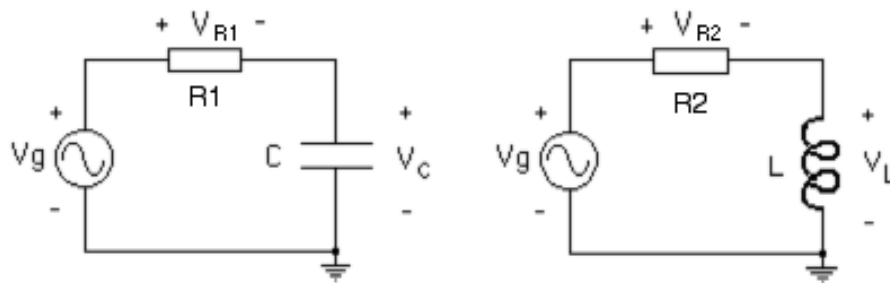

Figura 5.2.- Circuitos RC y RL para medir la constante de tiempo.
- 6.- Realice la simulación en SPICE de los circuitos mostrados en la Figura 5.2 con los valores dados por su profesor y determine el desfase entre el voltaje de la fuente y el del condensador, y entre el del condensador y el de la resistencia en la Figura 5.2.a, y luego entre el voltaje de la fuente y el del inductor, y entre el del inductor y la resistencia en la Figura 5.2.b. Utilice los marcadores diferenciales para definir los puntos de medición de voltaje cuando sea necesario.
14.- Monte el circuito de la Figura 5.2.a con los valores indicados por su profesor y realice la medición del ángulo de desfasaje α entre el voltaje de la fuente V_g y el del condensador V_C , utilizando inicialmente la base de tiempo y luego aplicando la presentación XY y utilizando la Figura de Lissajous básica. Realice también la medición del ángulo de desfasaje β entre el voltaje en el condensador V_C y el voltaje en la resistencia V_R utilizando ambos procedimientos. Recuerde que para realizar esta segunda medición **el osciloscopio debe estar flotando**. Haga un diagrama de las figuras observadas en el osciloscopio o tome las fotos correspondientes.
15.- Monte el circuito de la Figura 5.2.b con los valores indicados por su profesor y realice la medición del ángulo de desfasaje γ entre el voltaje de la fuente V_g y el del inductor V_L , utilizando inicialmente la base de tiempo y luego aplicando la presentación XY y utilizando la Figura de Lissajous básica. Realice también la medición del ángulo de desfasaje δ entre el voltaje en el inductor V_L y el voltaje en la resistencia V_R utilizando ambos procedimientos. Recuerde que para realizar esta medición **el osciloscopio debe estar flotando**. Haga un diagrama de las figuras observadas en el osciloscopio o tome las fotos correspondientes.